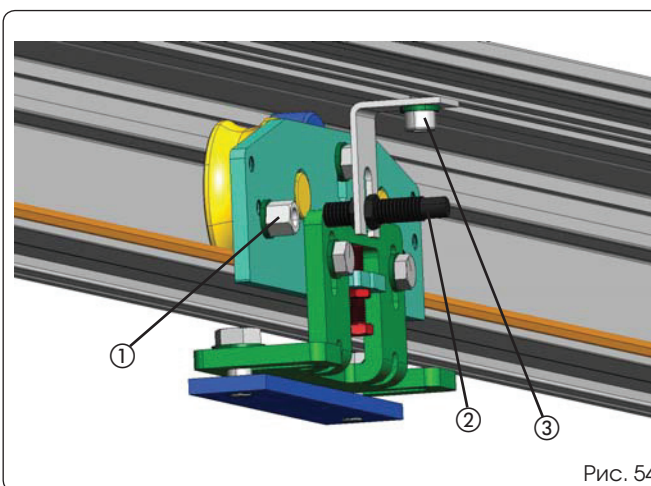

Рис. 54
- Прикрутите магнит к каретке как можно ближе к точке замыкающего контакта, используя резьбовое отверстие в креплении ремня (рис. 54, поз. 1).
- Установите датчик на кронштейн (рис. 54, поз. 2) при помощи пластиковых гаек. Вставьте пластины с резьбой в посадочные места опорного профиля и установите кронштейн при помощи винтов (рис. 54, поз. 3). Убедитесь, что датчик находится на одном уровне с магнитом при закрытой створке.